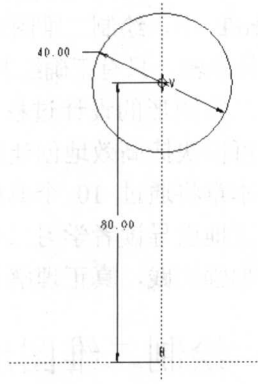

图1-3 绘制第一个圆
- (1) 使用右工具箱中的  工具绘制圆，并标注相应的尺寸，结果如图 1-3 所示。